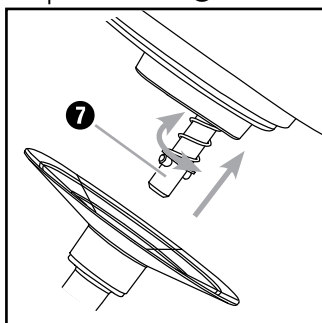

Fig.1 Montering af indsatserne
- 4) Sæt æltekrogen 10, piskeriset 11 eller røre krogen 12 på drivakslen 7 afhængigt af, hvad du skal lave (Fig. 1):